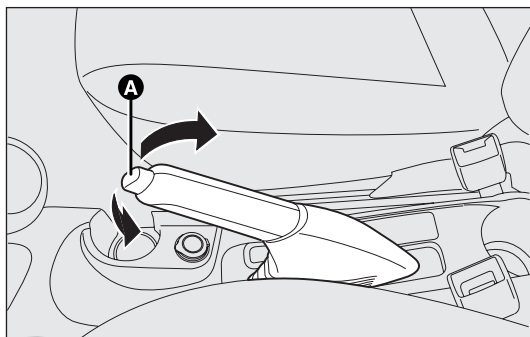

fig. 126
- ☐ levante la palanca ligeramente y pulse el botón de desbloqueo A-fig. 126;